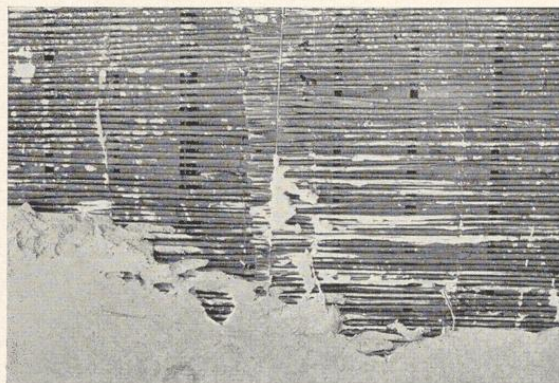

Bild 162. Richtige Stoßverbindung bei einfachen Rohrmatten
**Deckenputz auf einfache Rohrmatten****Bild 162**